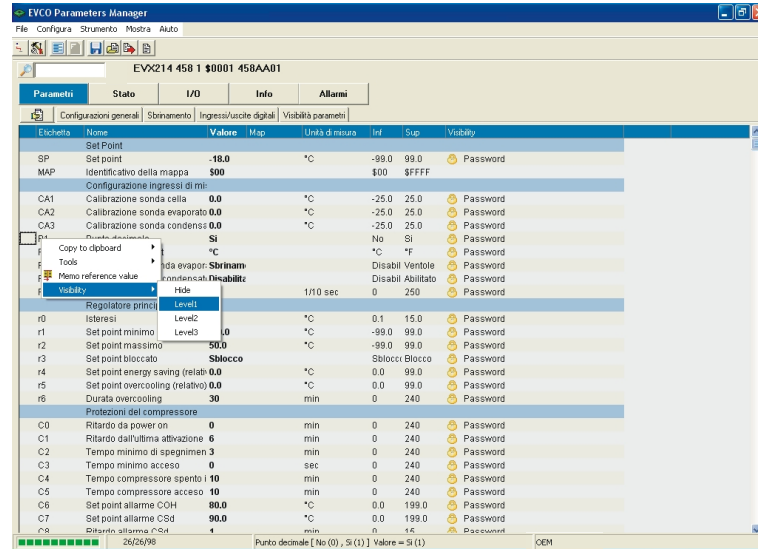

Fig. 16 - Schermata Modifica del livello di accessibilità dei parametri.
- Fare clic con il tasto destro del mouse sulla riga del parametro, quindi scegliere un valore dal menu di scelta rapida **Visibility** (si veda Fig. 16).